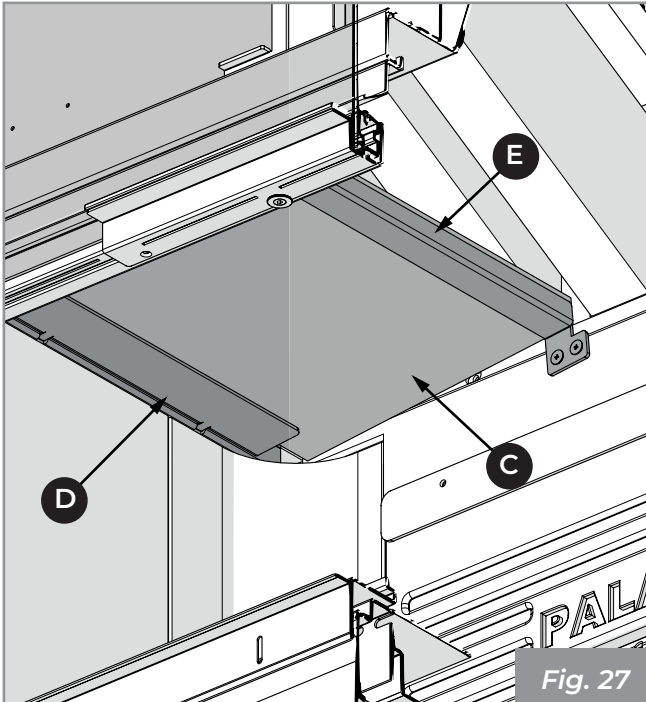

Fig. 27
- 2) Introducir el deflector inferior (C) y posicionarlo apoyándolo en los estribos (D y E) (Fig. 27).